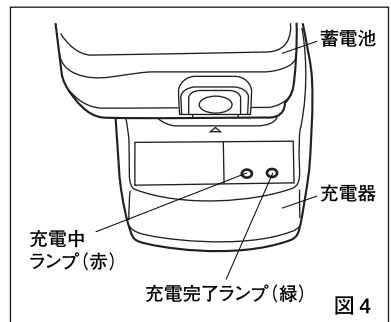

図 4
- ③充電器の差込プラグを電源に差し込んでください。充電中ランプ(赤色)が点灯し充電が始まります。充電完了ランプ(緑色)が点灯すると充電完了です。約60分で充電完了です。(図4)